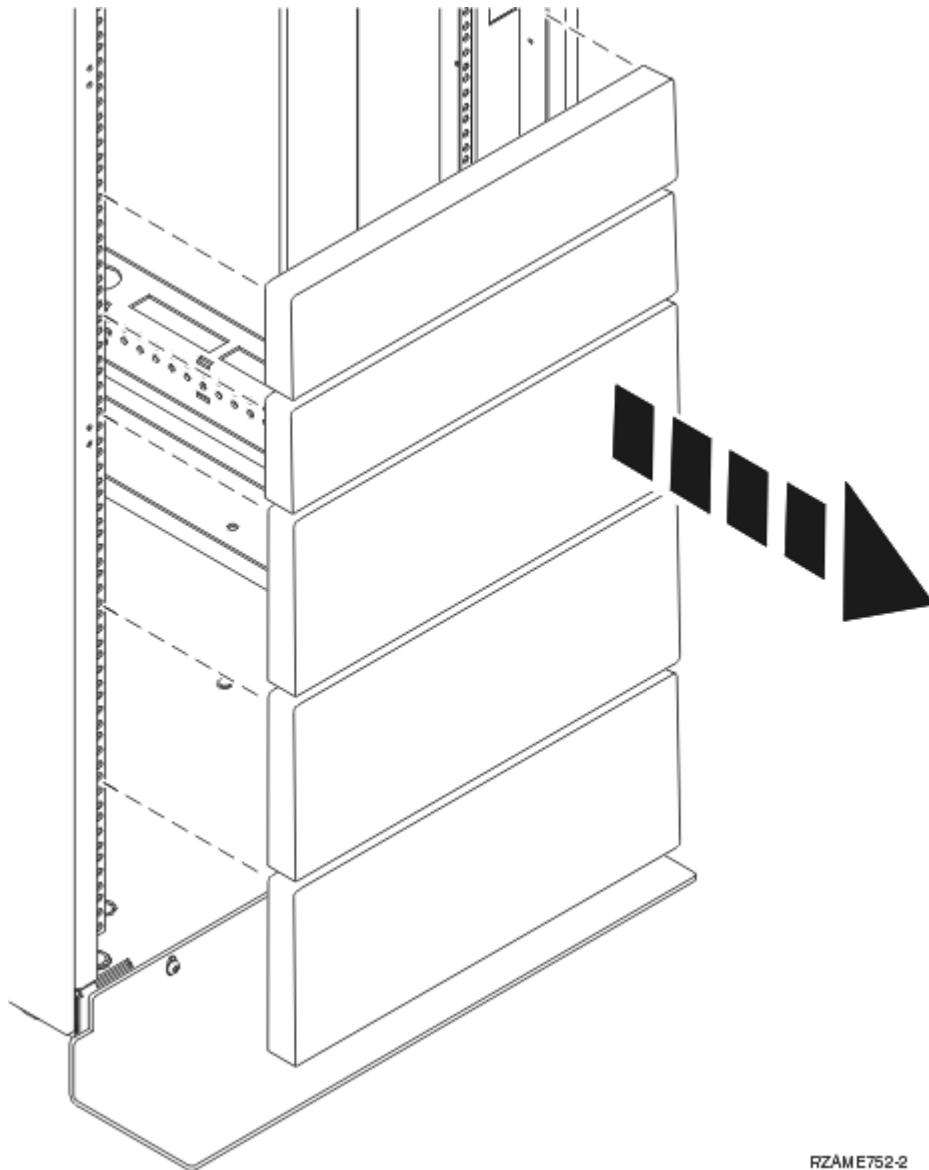

Abbildung 1. Abdeckblenden ausbauen
3. Falls erforderlich, bauen Sie die Abdeckblenden aus, um auf die Positionen im Inneren des Rack-schranks zugreifen zu können, an denen die Einheiten installiert werden sollen, wie in Abbildung 1 auf Seite 3 dargestellt.